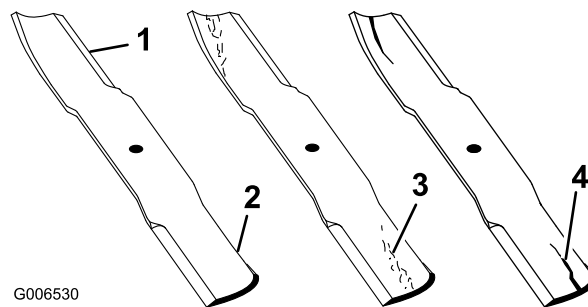

Figura 43
1. Inspeccione los filos de corte (Figura 43). Si los bordes no están afilados o tienen mellas, retire las cuchillas y afílelas; consulte Cómo afilar las cuchillas.
2. Inspeccione las cuchillas, especialmente la parte curva (Figura 43). Si observa daños, desgaste o la
formación de una ranura en esta zona (elemento 3 en la Figura 43), instale inmediatamente una cuchilla nueva.